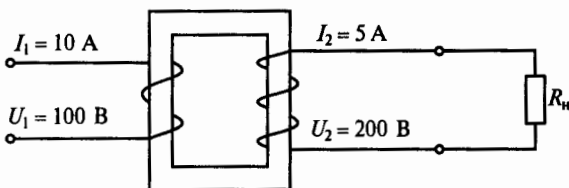

Рис. 173
**6.11.** Схема какого трансформатора показана на рис. 173?